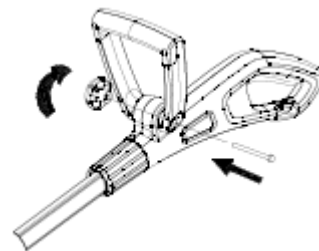

FIG.4
2. Serrez les écrous et les boutons de réglage. Fig.4